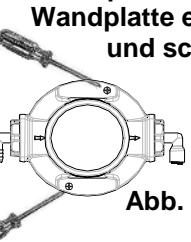

Abb. 2
2. Die Pumpe in die Wandplatte einführen und schrauben (siehe Abb. 2).